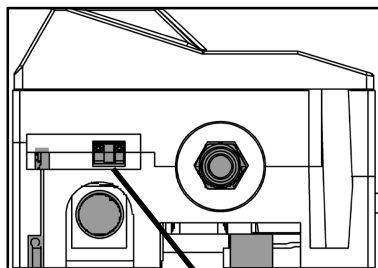

Bild 11
- Je eins, der zwei abisolierten Enden des Kabels in einen Klemmkontakt des Gerätes einführen, siehe Bild 11.